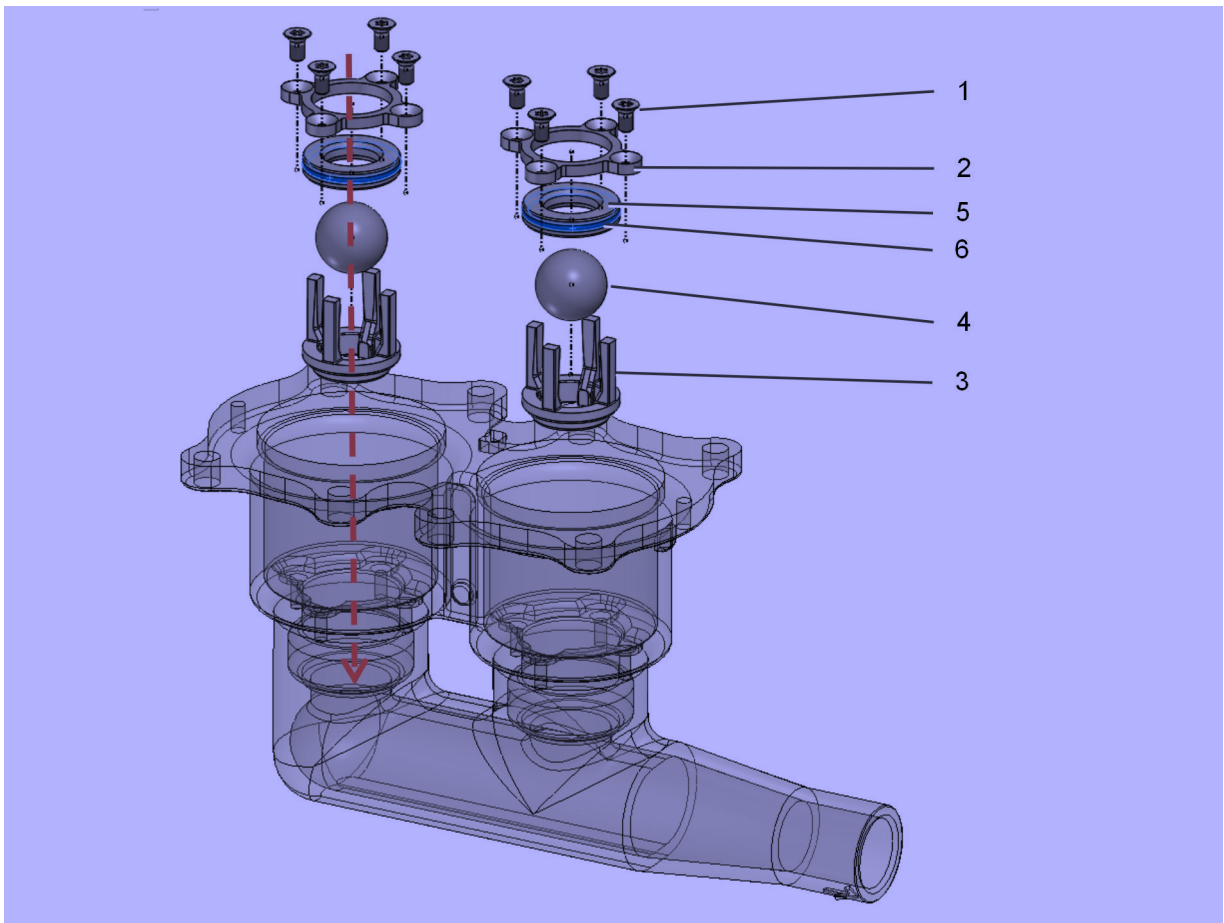

Abb. 6-4: Montage der Medienventile im Zylinderdeckel
1. Beide neuen Kugeln (4) und Körbe (3) einlegen.
2. Neue Ventilsitze (5) mit Montagefett (Renolit Unitemp 2, Timmer Art.Nr.: 70010083) gefetteten, neuen O-Ringen einsetzen (Abb. 6-4: Montage der Medienventile im Zylinderdeckel).
3. Beide Haltesterne (2) einsetzen.
4. Alle acht Senkkopfschrauben M6x16 (1) reinigen und mit Renolit Unitemp 2 fetten.